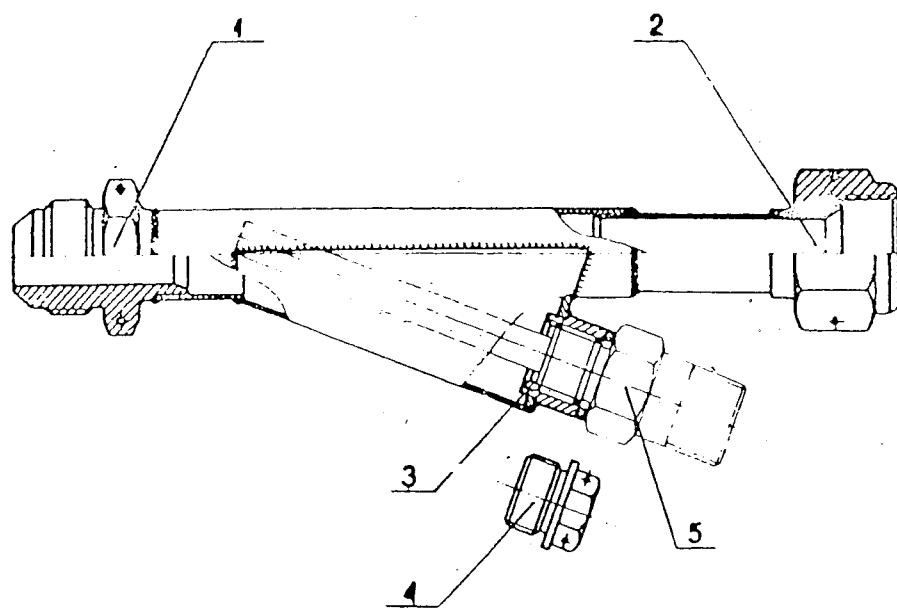

Рис. 6.16. Специальная трубка I6.08.0320
16.3.2. От датчика П-2 температуры масла на выходе из второго двигателя (соседнего) отключить вилку электропровода, идущего от указателя ЗТУЭ-1, снять датчик, а отверстие после снятого датчика заглушить заглушкой 4 (рис. 6.16.)
I6.3.3. Снятый приёмник установить в отверстие штуцера 3 специальной трубы I6.08.0320 (рис. 6.16.), вместо пробки 4.